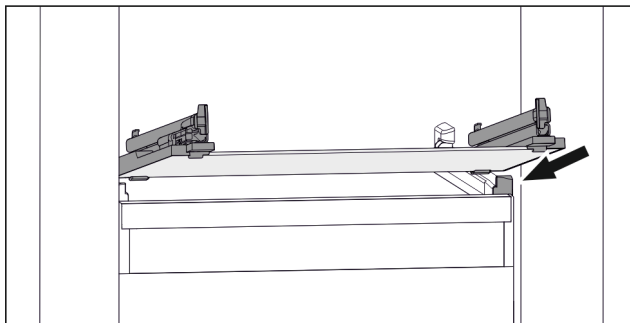

Fig. 113 Simbolična slika steklene plošče
- ▶ Stekleno ploščo postavite v poševnem položaju za zaustavljalniki. (glejte Fig. 113)